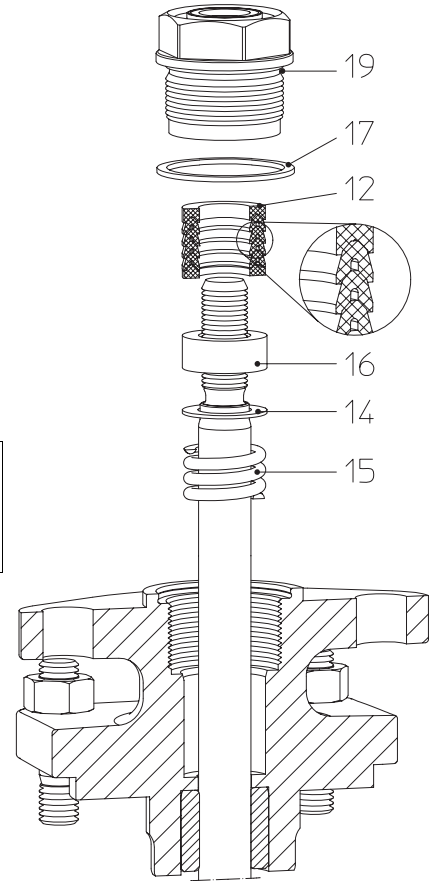
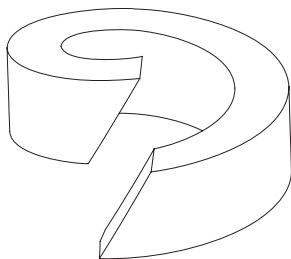

Рис. 18:
Рис. 21: разделенное уплотнительное
- При замене колец (поз. 12) соблюдайте правильный порядок и монтажное положение каждого элемента (см. Рис. 18).
- Установите новое уплотнительное кольцо, руководствуясь Рис. 18 - Рис. 21.
При использовании разделенных уплотнительных колец, разрез должен производиться с наклоном согласно Рис. 21